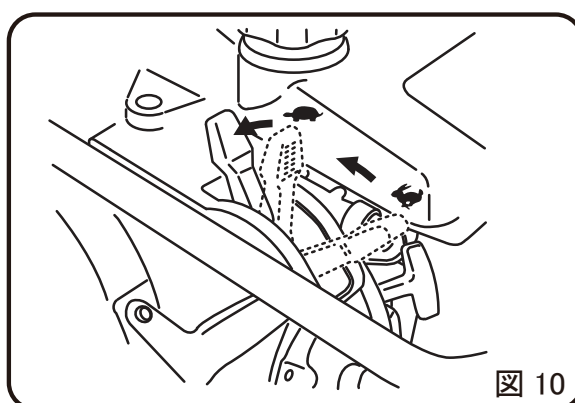

図 10
- 1 調速レバーを高速 (🏎️) からアイドル (🚗) へ切り替え、エンジンを低速回転で 3 ～ 5 分間回して温度が下がった後アイドルから停止へ操作して下さい。これによりエンジンが停止し、燃料コックも自動的に閉じます。(図 10)